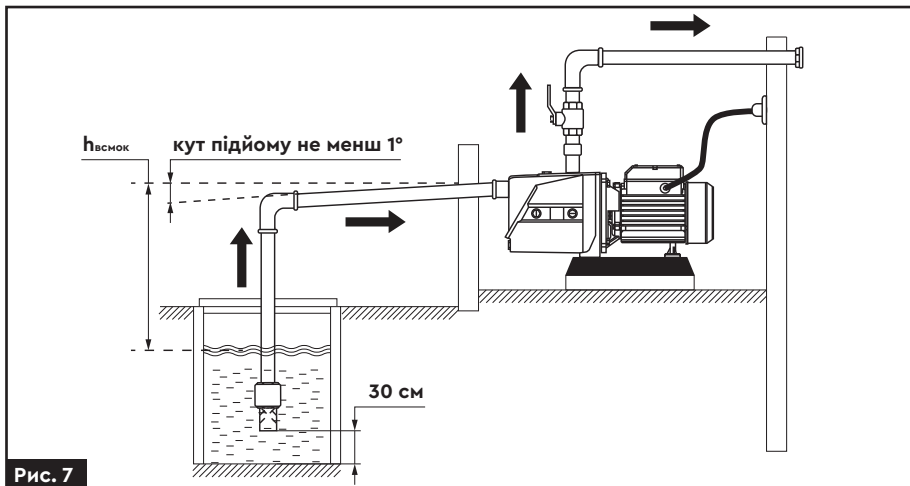

Рис. 7
- Для запобігання потрапляння піску і каміння в насосну частину, встановіть зворотний клапан з фільтром грубого очищення, вертикально на відстані 30 см від дна водного резервуару (рис. 7).
- Необхідно забезпечити безперервний кут підйому труби від джерела водозабору до насоса (не менше 1°) для виключення скупчення повітря та утворення повітряних пробок (рис. 7).